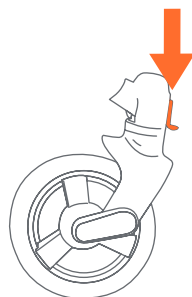

Fig. 11
- 11) • Les roues avant sont équipées d'un dispositif de verrouillage pour les bloquer de pivoter. Levez le levier sur chaque roue pour engager le verrou et poussez le levier vers le bas pour dégager le dispositif de verrouillage (Fig. 11).